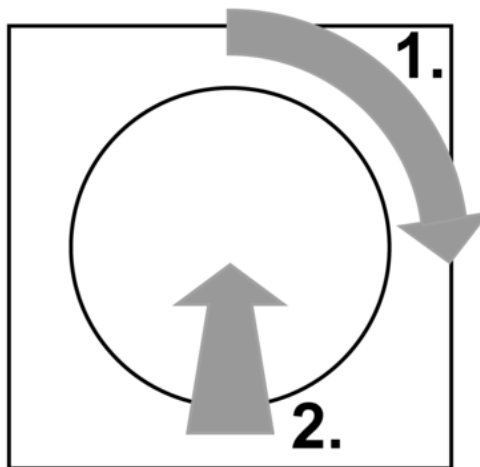

Figure 3: Luminosité maximale
- Tourner le bouton de réglage d'un quart de tour dans le sens horaire et appuyer sur le bouton de réglage (figure 3).